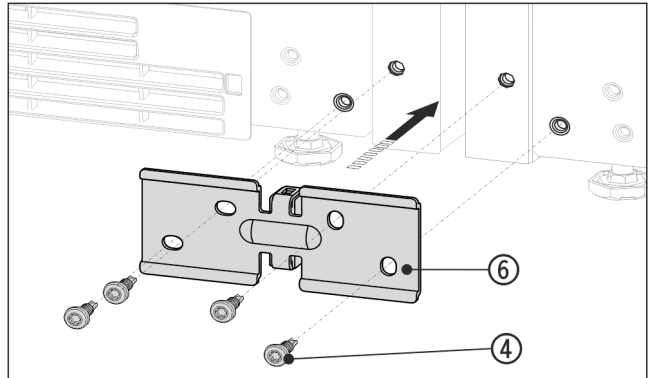

Fig. 14 Приблизне відображення
- ▶ Всунути кут Fig. 14 (6) з дистанційною прокладкою між пристроями і трохи прикрутити з допомогою 4 гвинтів Fig. 14 (4).